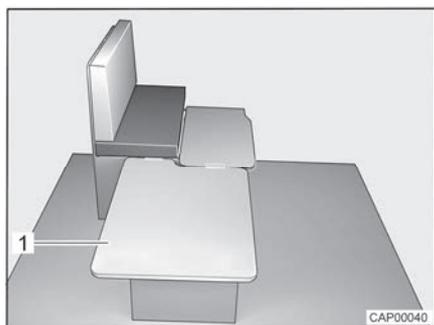

Fig. 43 Durante la trasformazione
- Agganciare la tavola di rinforzo (Fig. 43,1) lateralmente sui sedili e posizionarla sul tavolo.